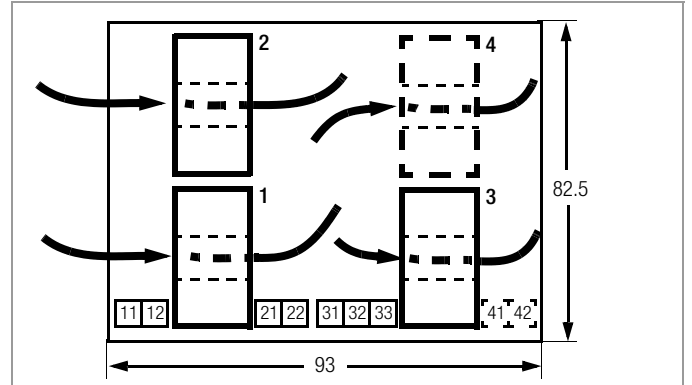

Figure 1 Dimensional drawing and location of the connectors
- ☞ Ziehen Sie die Zuleitungen zu den Verbrauchern durch die Stromwandler 1 bis 4, Bild 1. Durchmesser  $\leq 8,8$  mm.